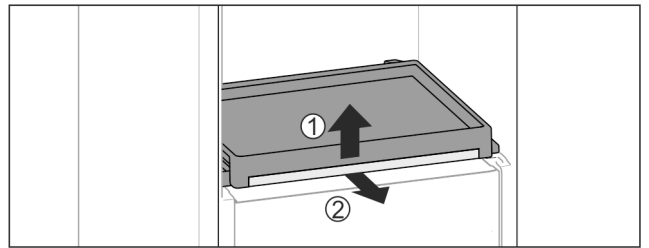

Fig. 35
- Rimuovere il ripiano estraibile con ripiano di vetro: sollevare leggermente in avanti il ripiano di vetro Fig. 35 (1) e tirarlo in avanti Fig. 35 (2).